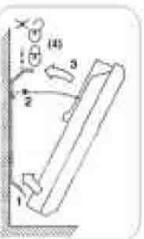

Рис. 6
- Подвесьте конвектор на кронштейн, для чего приложите нижнюю часть прибора к нижним выпускам кронштейна и вставьте их в имеющиеся в нижней части задней панели прибора вырезы. Выполняя данные действия необходимо держать прибор под углом примерно 50-60 градусов (рис. 6).
- Поверните прибор в горизонтальной плоскости до совмещения верхних выпусков кронштейна с верхними вырезами в задней панели прибора и слегка нажмите на прибор до щелчка верхних выступов (рис. 6).